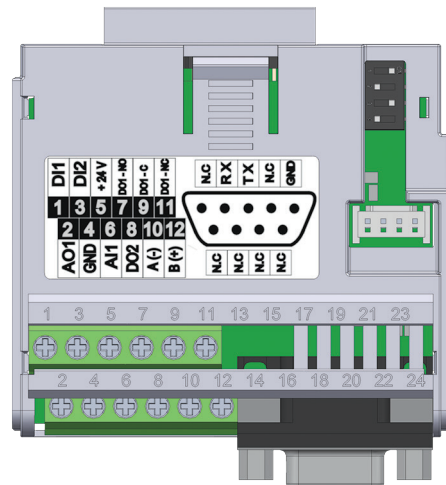

图 19.2: 插入模块CFW500-CRS232
CFW500-CRS232插入模块配置了串口 (1),它通过端子10 (A-) 和12 (+) 实现RS-485串口连接, 另 外, 它还配置了串口 (2), 采用DB9标准接头实现RS-232串口连接, 见图19.2.